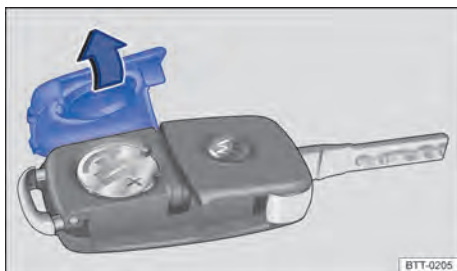

Fig. 20 Chave do veículo com comando remoto: abrir a tampa do alojamento da bateria.
A bateria encontra-se no lado posterior da chave do veículo com comando remoto, sob uma cobertura → Fig. 20.
- Retirar a cobertura no lado posterior da chave → Fig. 20 no sentido da seta → ①.
- Posicionar a cobertura conforme indicado → Fig. 20 e pressionar no sentido contrário ao da seta sobre a carcaça da chave do veículo até encaixar.